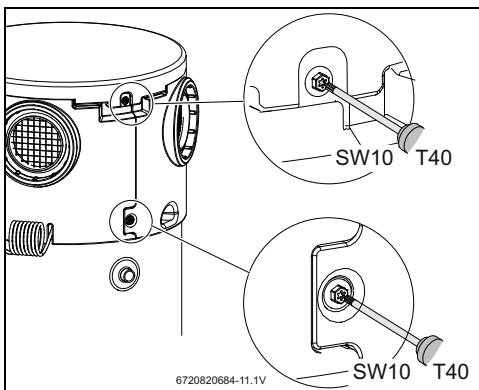

Fig. 50
- Rimuovere la copertura superiore e il suo fissaggio (fig. 50).